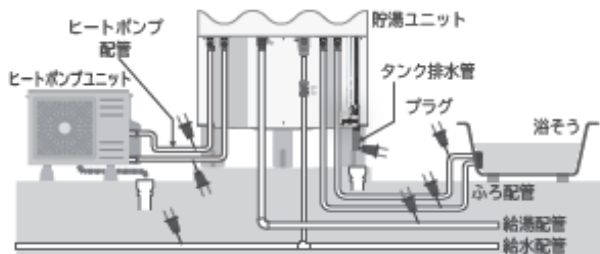

図3. 配管例(凍結防止ヒーター取り付け)
②配管全体に凍結防止ヒーター(現地準備品)を取り付けます。(図3)
配管全体に凍結防止ヒーター(現地準備品)を取り付けます。(図3)
- ②配管全体に凍結防止ヒーター(現地準備品)を取り付けます。(図3)